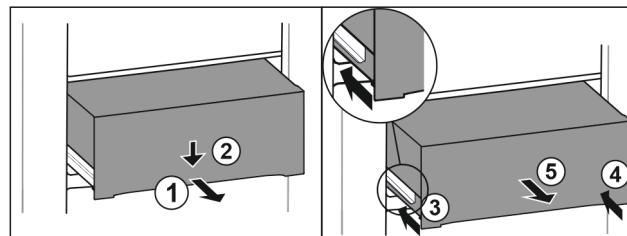

Fig. 82
- Вытяните выдвижной ящик наполовину. Fig. 82 (1)
- Вдавите выдвижной ящик в передней части вниз. Fig. 82 (2)
- Задвиньте левую направляющую прим. на 2 см. Fig. 82 (3)
- Задвиньте правую направляющую прим. на 2 см. Fig. 82 (4)
- Извлеките выдвижной ящик движением вперед. Fig. 82 (5)